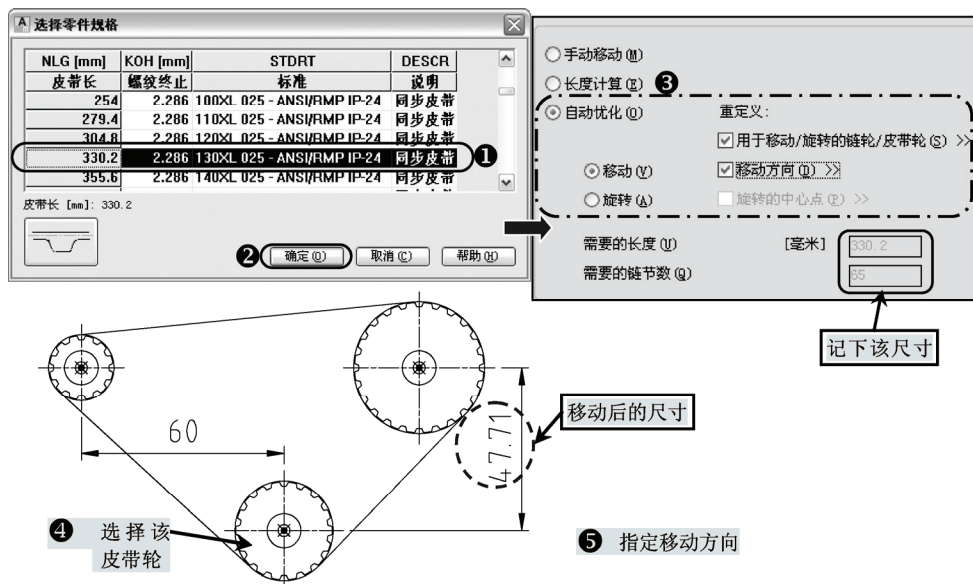

图 12-23 优化计算
4) 重复执行“长度计算”命令 (amchainlengthcal)，弹出“链条及皮带长度计算”对话框，在“皮带/图库”中选择“同步皮带/330.2 130XL 025 型号皮带 (因为刚才计算的长度为 348.2192，所以选择与计算长度相近长度的皮带，型号 XL 要与皮带轮 XL 对应)”，勾选“优化计算”选项及其子选项 (在“长度: 330.2”和“链节数:65”栏中的数值要记下)，确定，单击选择“XL 025 18 型号皮带轮”，指定方向为 90°，系统自动移动该皮带轮，如图 12-23 所示。